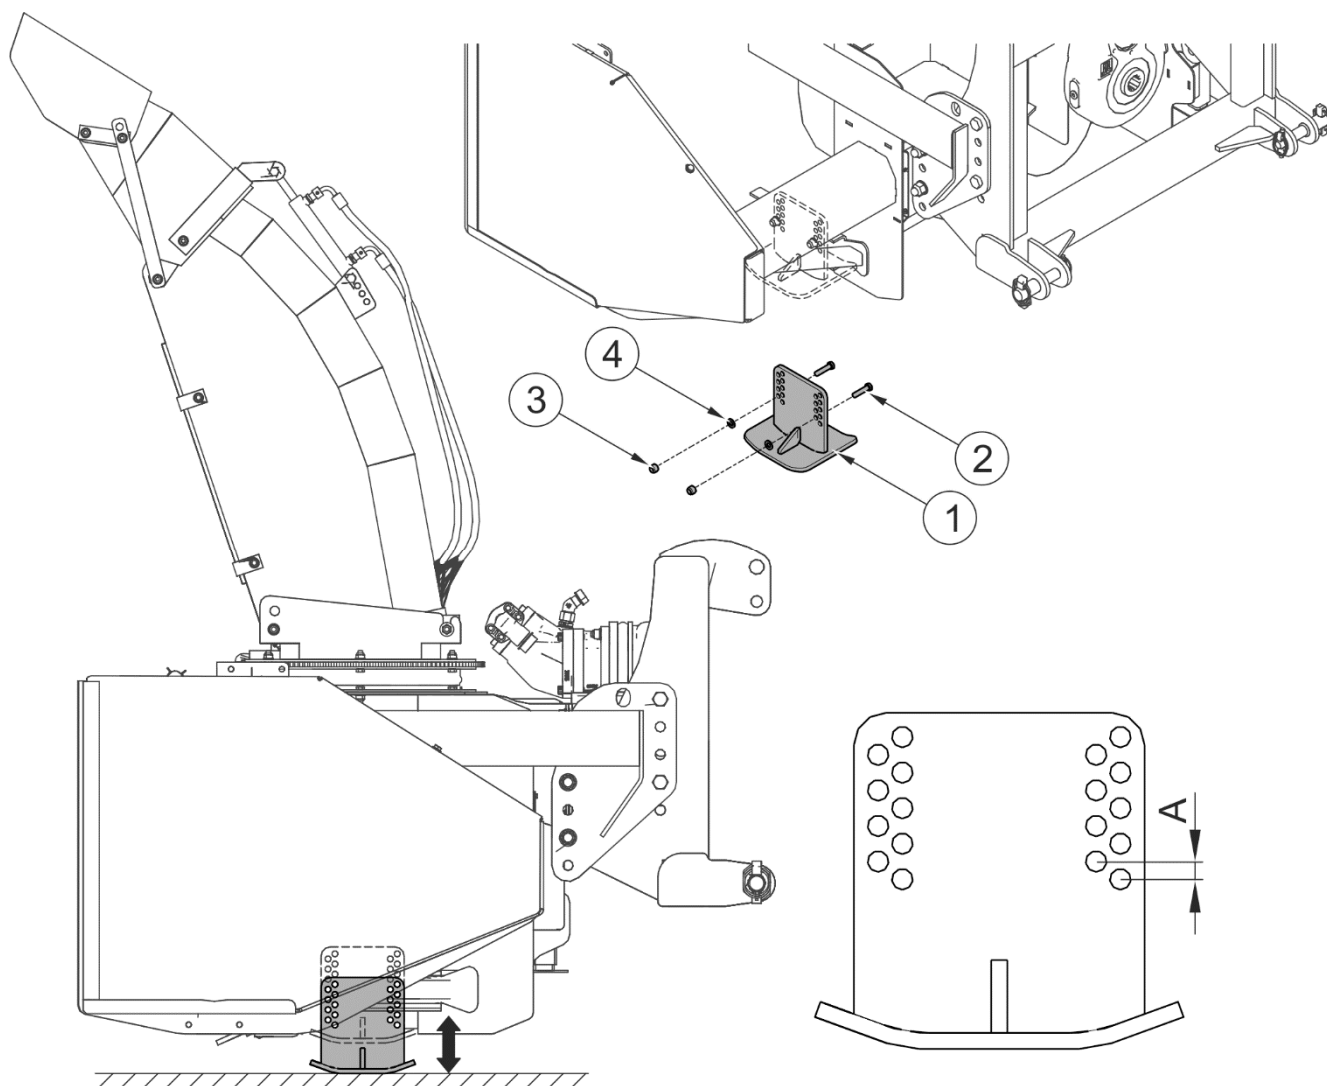

РИСУНОК 4.9 Регулирование рабочей высоты при помощи ползьев
Если регулировка рабочей высоты при помощи центрального тягово-сцепного устройства окажется недостаточной, то можно отрегулировать высоту положения полозьев (РИСУНОК 4.9). Такая регулировка возможна в пределе 88 мм, изменяя положение болтов (2) в крепежных отверстиях полозьев, размещенных с интервалом 11 мм (A). Для этого нужно поднять снегоочиститель и поставить на стабильные и прочные упоры. Если машина навешена и поднята на трехточечной системе навески, то необходимо дополнительно предохранить ее от оседания, выключить двигатель транспортного средства и поставить его на стояночный тормоз. Отвинтить гайки (3), вынуть болты (1) и переставить в соответствующие отверстия в полозе. Установить полозья на одинаковой высоте, затянуть гайки (3).